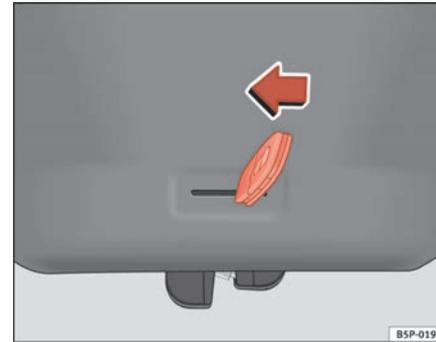

Fig. 67 Capot arrière : ouverture d'urgence
- Introduisez le panneton de la clé dans la rainure et déverrouillez le système de fermeture en dirigeant la clé de droite à gauche comme indiqué par la flèche ⇒ fig. 67. ■